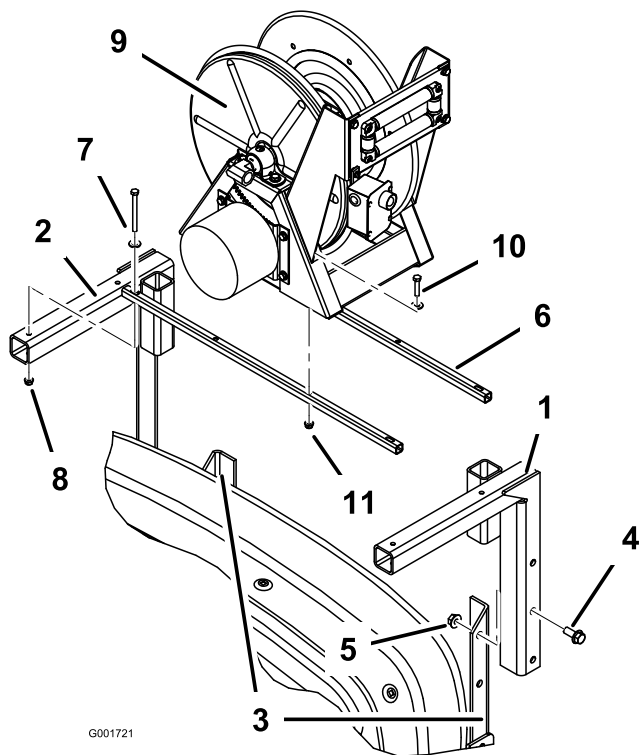

Figura 3
2. Nella parte posteriore della macchina montate i supporti sinistro e destro dell'avvolgitubo sul telaio della barra, come illustrato in Figura 3. Fissate i supporti al telaio della barra con 4 bulloni flangiati (1/2 x 1-1/4 poll.) e 4 dadi flangiati (1/2 poll.).
3. Installate 2 tubi di montaggio dell'avvolgitubo sulla cima dei supporti dell'avvolgitubo (Figura 3) utilizzando 4 bulloni (5/16 x 3-1/2 poll.), rondelle piane (diametro esterno 11/16 poll.) e dadi flangiati (5/16 poll.).
4. Installate il gruppo dell'avvolgitubo sui tubi di montaggio dell'avvolgitubo (Figura 3) utilizzando 4 bulloni (5/16 x 1-1/2 poll.), rondelle piane (diametro esterno 7/8 poll.) e dadi flangiati (5/16 poll.). Non serrate a fondo i dispositivi di fissaggio, che regolerete più avanti.